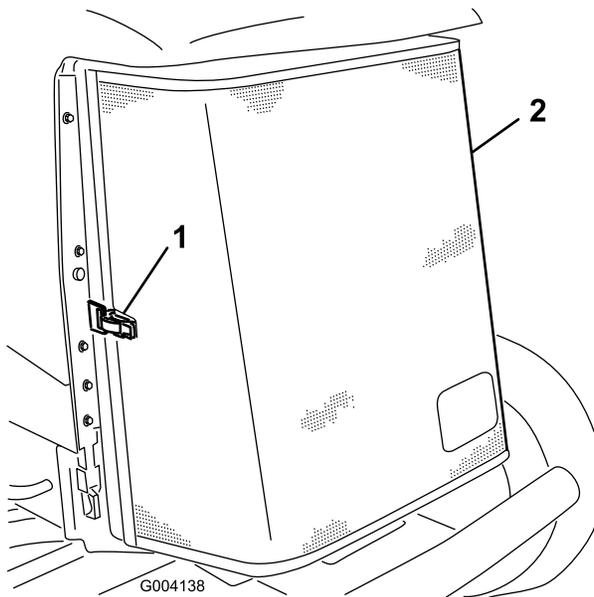

Figure 91
3. Déverrouillez l'attache et ouvrez la grille arrière (Figure 91).